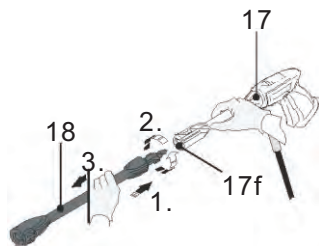

Fig. 6
- > Pour démonter un accessoire, pressez-le contre le pistolet (17) et tournez-le dans le sens des aiguilles d'une montre (Fig. 6)